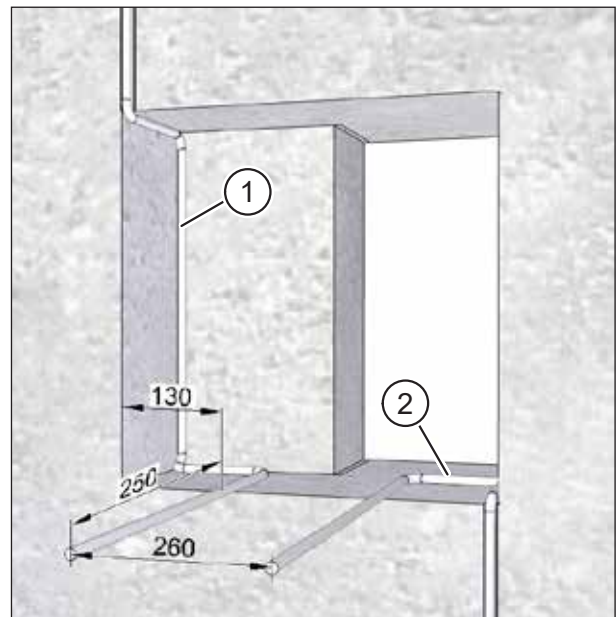

Abb. 11: Anschlusskabel verlegen, Maße in Millimeter
- ▶ Verlegen Sie das Netzkabel (Pos. 1 in Abb. 11) und ggf. das Steuerkabel (Pos. 2 in Abb. 11) mit einem Kabelüberstand von ca. 250 mm über die Mauer.